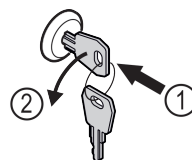

Fig. 164
- Schlüssel hineindrücken. Fig. 164 (1)
- Schlüssel um 90° gegen den Uhrzeigersinn drehen. Fig. 164 (2)